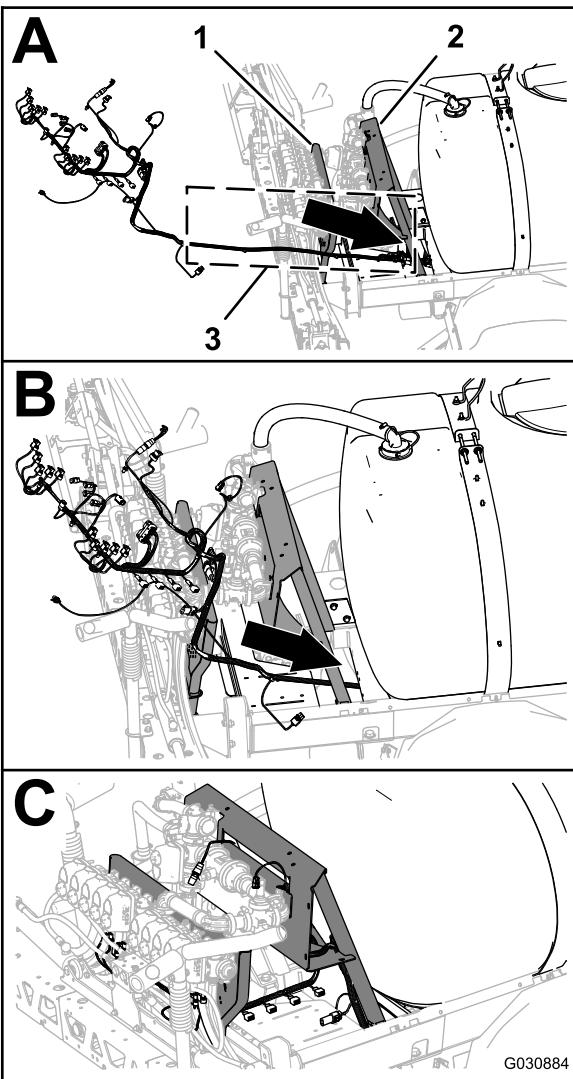

Figura 84
2. Disponete la diramazione da 165 cm e la diramazione da 203 cm del nuovo cablaggio elettrico tra il supporto della valvola per le 10 valvole dell'irroratrice e il supporto destro per il supporto del collettore (Figura 84).